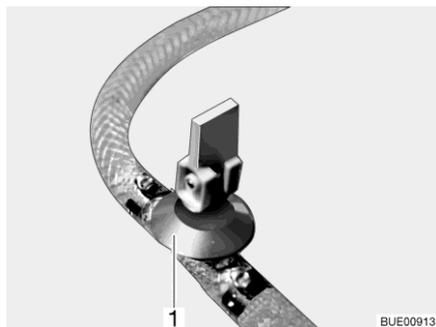

Fig. 131 Robinet de vidange
- Fermer le(s) robinet(s) de vidange. Placer le levier à bascule (Fig. 131,1) en position horizontale.
- Ouvrir le(s) robinet(s) de vidange (Fig. 131). Pour cela, placer le levier à bascule (Fig. 131,1) en position verticale. Le chauffe-eau se vide à l'extérieur.